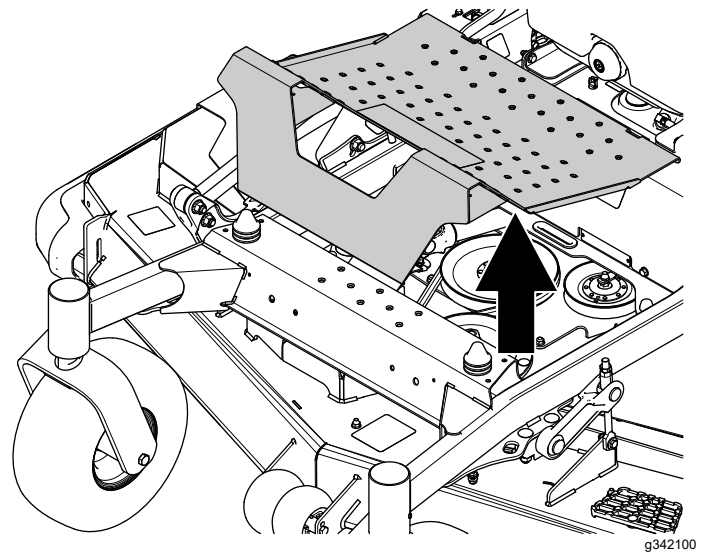

Figura 10
- Retire la chapa de suelo (Figura 10).